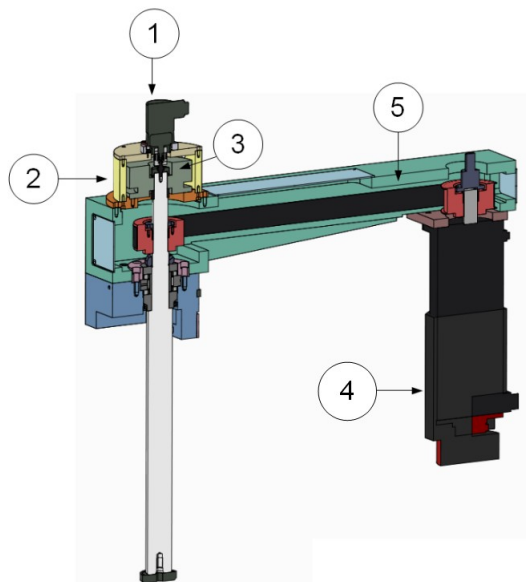

Figura 136. Sustitución correa X.
- x Si la correa tiene signos de desgaste o deterioro, proceder a sustituirlo por uno nuevo (ver Figura 136):
- 1 Desbloquear el tornillo que une el acoplamiento al encoder (1). Quitar los tornillos y desmontar el encoder.
- 2 Desmontar la protección (2) y desmontar el freno mecánico (3). Acercar el motor (4) hacia el husillo.
- 3 Quitar la correa (5), sustituirla por una nueva y proceder a tensar de manera inversa a lo explicado anteriormente.